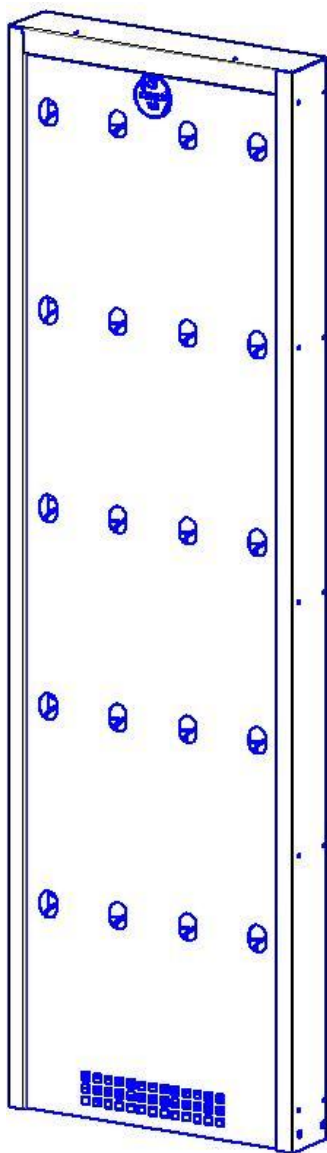

Рис. 2
4.1. Комплект поставки модуля сушильного для обуви Союз-10 представлен в таблице 2 и на рис.2÷5